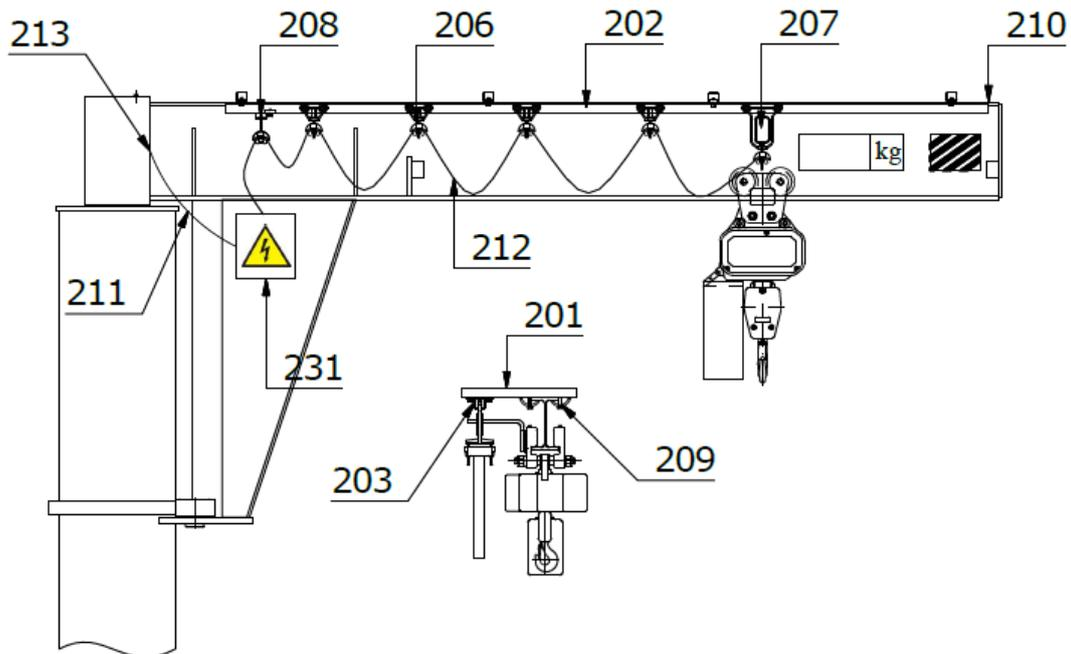

Abb.25
1. Klemmen Sie die Haltekonsole (201) mit Hilfe der Spannpratzen (209) am Ausleger an.
2. Befestigen Sie die Festaufhängung (203) an der Haltekonsole (201).
3. Führen Sie die Laufschiene (202) in die Festaufhängung (203) ein. Nutzen Sie bei größerer Ausladung den beigelegten Verbinder (205 – in Abb.25 nicht dargestellt) zur Verlängerung der Laufschiene.
4. Befestigen Sie die Endklemme (208) an der Laufschiene (202)
5. Fahren Sie den Mitnehmer- (207) und die Leitungswagen (206) in die Laufschiene (202) ein.
6. Öffnen Sie die Schrauben an Leitungswagen (206), Mitnehmerwagen (207) und Endklemme (208).
7. Führen Sie die Flachleitung (212) durch Endklemme (208), Leitungswagen (207) und Mitnehmerwagen (208). Die Kabelwagenabstände betragen $2x$ den Kabeldurchhang.
8. Teilen Sie die Flachleitung (212) in gleichmäßige Abstände auf.
11. Schließen Sie die Flachleitung (212) an der Klemmleiste des Hebezeugs (nach Montageanweisung des Hebezeugherstellers) an.